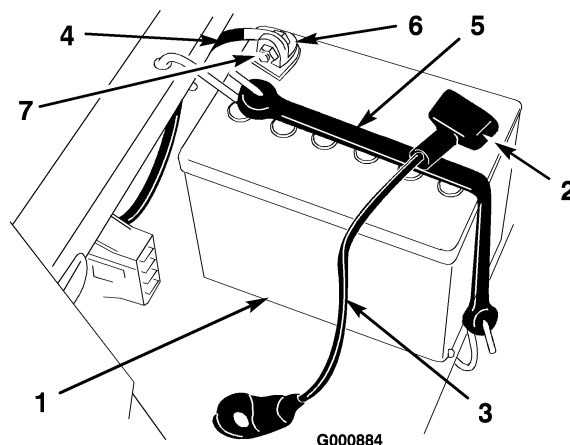

Figure 31
4. Débranchez le câble négatif (noir) de mise à la masse de la borne de la batterie (Figure 31).
positif (rouge) de la borne de la batterie (Figure 31).
6. Enlevez la sangle de maintien de la batterie (Figure 31) et ôtez la batterie de son support.
1. Placez la batterie sur son support, les bornes à l'opposé du panneau de commande (Figure 31).
4. Fixez les câbles à l'aide de 2 boulons (1/4 x 3/4 pouce), 2 rondelles (1/4 pouce) et 2 écrous (1/4 pouce) (Figure 31).
6. Fixez la batterie en place à l'aide de la sangle de maintien (Figure 31).